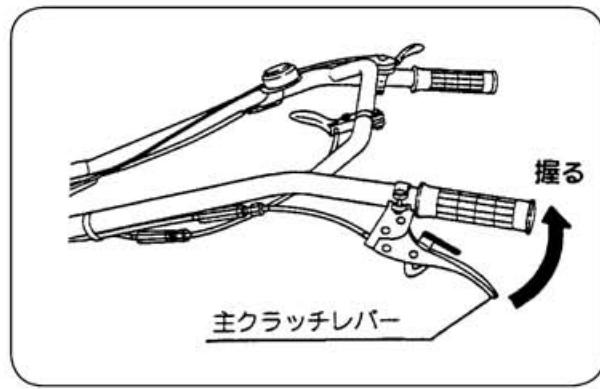

図 28
- ②主クラッチレバーを「握る」と発進します。主クラッチレバーはゆっくりと操作してください。 (図28)